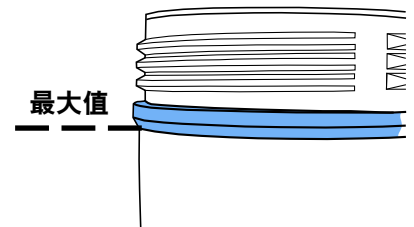

图 7
- ⇒ 充填喷丸的量不要超过最大标记线（图 7）（螺纹下部喷箱外壳的增厚处。